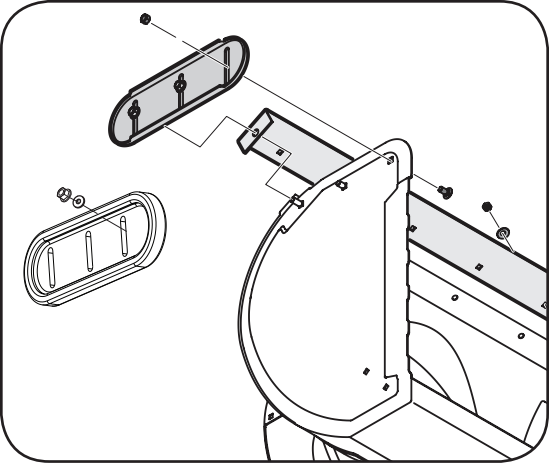

Figure 22
2. Remontez les nouveaux patins avec la boulonnerie enlevée précédemment. Assurez-vous que les patins sont ajustés pour être au niveau. Voir la Figure 22.